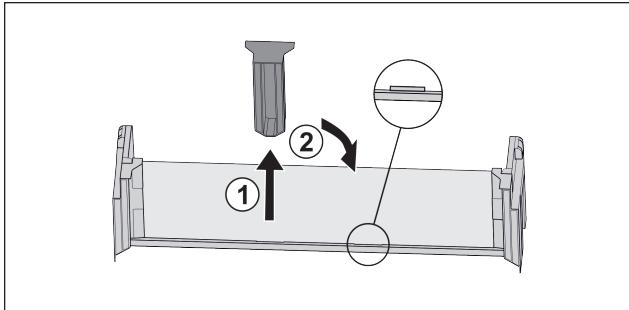

Fig. 90
- Stiahnite stredný prídružný diel Fig. 90 (1).
- Nasadte stredný prídružný diel do druhej pozície Fig. 90 (2).